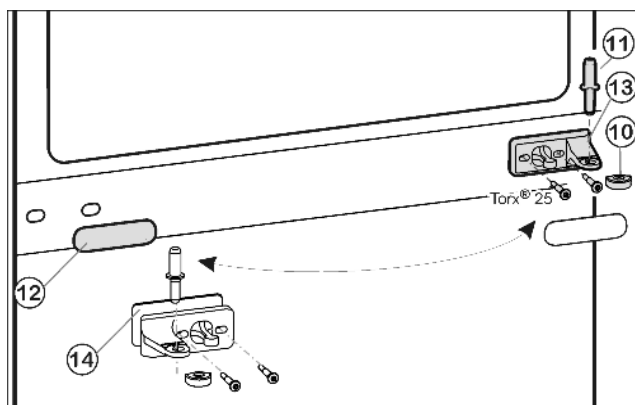
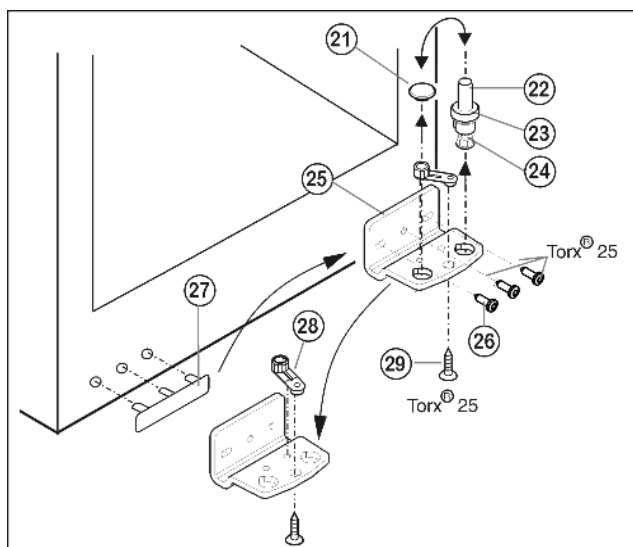

Fig. 5
Fig. 6
- ▶ Retirer le pivot central Fig. 5 (11) de sa charnière et de la porte inférieure.
- ▶ Retirer le capuchon en plastique Fig. 5 (10).
- ▶ Dévisser le support d'appui du milieu Fig. 5 (13) (2 Torx® 25).
- ▶ Retirer avec précaution le panneau-cache Fig. 5 (12).
- ▶ Visser le support d'appui du milieu Fig. 5 (13) avec le support pivoté Fig. 5 (14) de 180° sur le nouveau côté charnière (avec 4 Nm).
- ▶ Encliqueter de nouveau le panneau-cache Fig. 5 (12) tourné de 180° sur le nouveau côté poignée.
- ▶ Dévisser le pivot Fig. 6 (22) complètement avec le disque Fig. 6 (23) et le pied réglable Fig. 6 (24) vers le haut.
- ▶ Enlever le bouchon Fig. 6 (21).
- ▶ Dévisser Fig. 6 (26) le support d'appui Fig. 6 (25).
- ▶ Dévisser l'élément pivotant Fig. 6 (28) et le permuter dans le trou opposé du support d'appui.
- ▶ Soulever le cache côté poignée Fig. 6 (27) avec précaution et le positionner sur le côté opposé.
- ▶ Revisser à fond le support d'appui Fig. 6 (25) sur le nouveau côté charnière en utilisant une visseuse sans fil si nécessaire, avec un couple de serrage de 4 Nm.
- ▶ Remplacer le bouchon Fig. 6 (21) dans l'autre trou.
- ▶ Remplacer le pivot Fig. 6 (22) complètement avec le disque et le pied réglable. Faire attention à ce que les ergots d'encliquetage soient tournés vers l'arrière.
- ▶ Placer la porte supérieure par le haut sur le pivot inférieur Fig. 6 (22).
- ▶ Remettre le capuchon en plastique Fig. 5 (10) sur le support d'appui central Fig. 5 (13).
- ▶ Placer le pivot du milieu Fig. 5 (11) sur le nouveau côté charnière à travers le support d'appui central Fig. 5 (13) dans la porte inférieure.
- ▶ Placer la porte supérieure sur le pivot du milieu Fig. 5 (11).
- ▶ Aligner éventuellement les portes à la carrosserie grâce aux deux trous longitudinaux dans le support d'appui inférieur Fig. 6 (25) et le support d'appui central Fig. 5 (13). Pour cela, dévisser la vis centrale du support d'appui inférieur Fig. 6 (25).